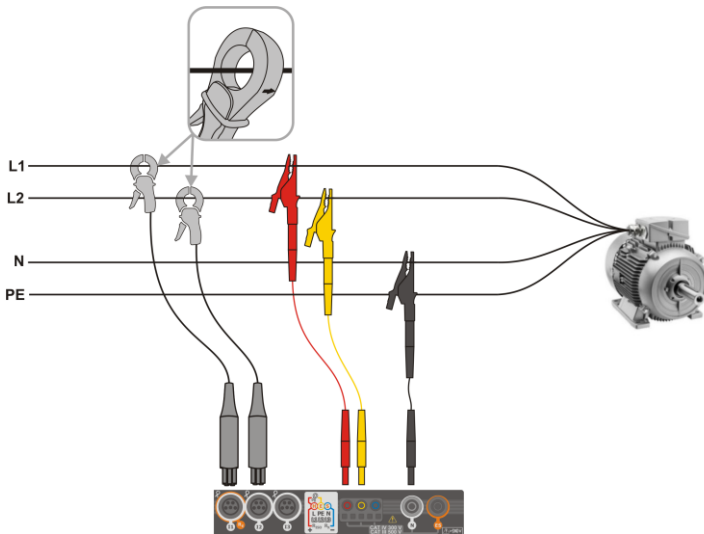

Fig. 5.4 Anschlussdiagramm – 2-phasig
- 2-Phasen (Hilfsphase) mit Hilfswindung des Transformers) (Fig. 5.4)